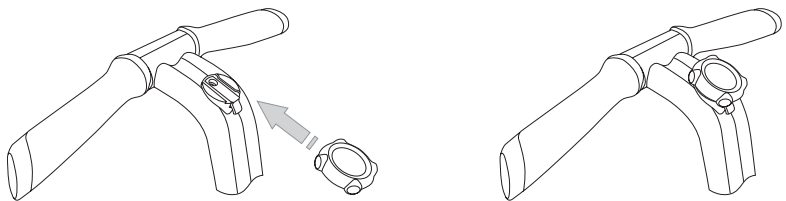

Abbildung 45. Andocken des InfoKey
2. Schieben Sie den InfoKey von unten nach oben in den InfoKey-Sockel ein (siehe **Abbildung 45**).